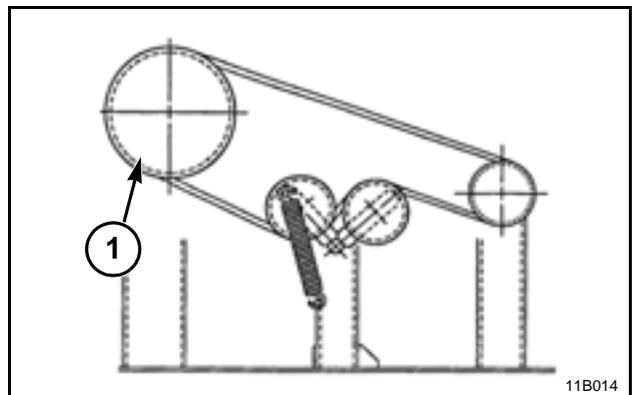

FIG. 130
FIG. 130: Cuando la correa de mando secundaria del espaciador de paja se coloca sobre la polea más grande (1) del eje del esparcidor, el mismo girará a 210 rpm. La posición de menor velocidad se recomienda, para evitar la voladura de restos a distancia. **para maíz** para evitar la voladura de restos a distancia.